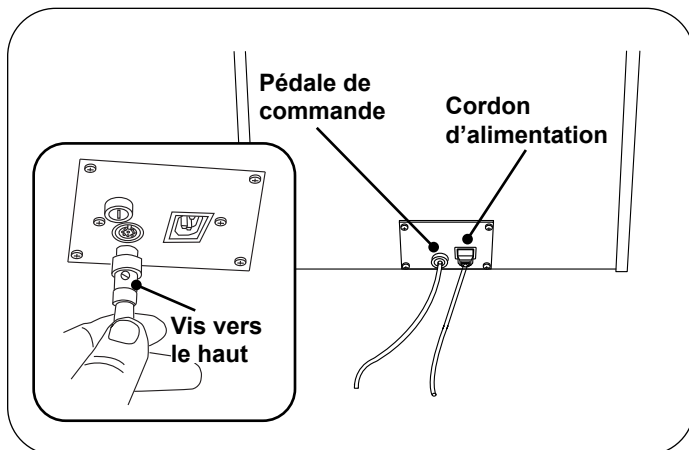
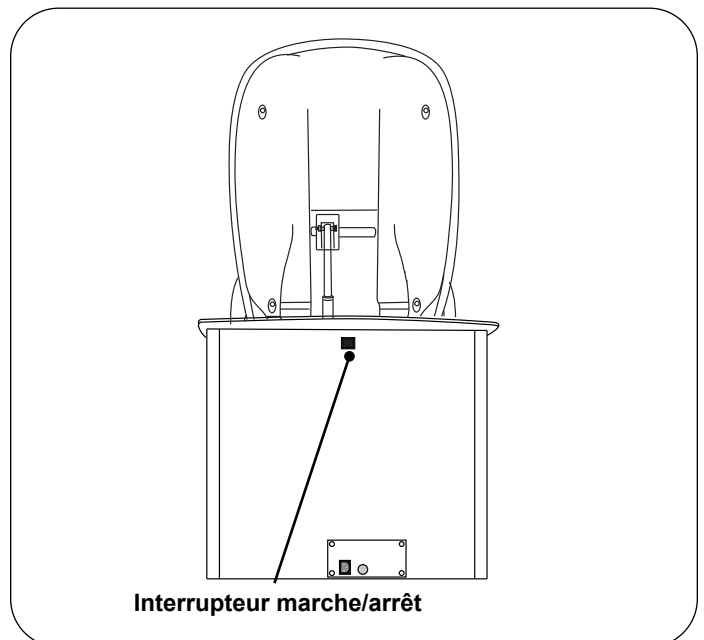

Figure 8. Branchement du cordon d'alimentation et de la pédale de commande
Figure 9. Interrupteur marche/arrêt de commande au pied
10. Brancher le cordon de la pédale de commande dans la prise au bas du panneau arrière (Figure 8). Veiller à orienter les broches dans le bon sens et à enfoncer complètement la fiche. Tourner la bague de blocage dans le sens des aiguilles d'une montre pour attacher la fiche à la table.
12. Brancher la fiche femelle du cordon d'alimentation dans la prise au bas du panneau arrière (Figure 8). Brancher la fiche mâle du cordon d'alimentation dans une prise de courant avec mise à la terre de 115 V ou 230 V en fonction de la configuration. S'assurer que l'interrupteur marche/arrêt noir de commande au pied à l'arrière de la table est en position de marche (Figure 9).